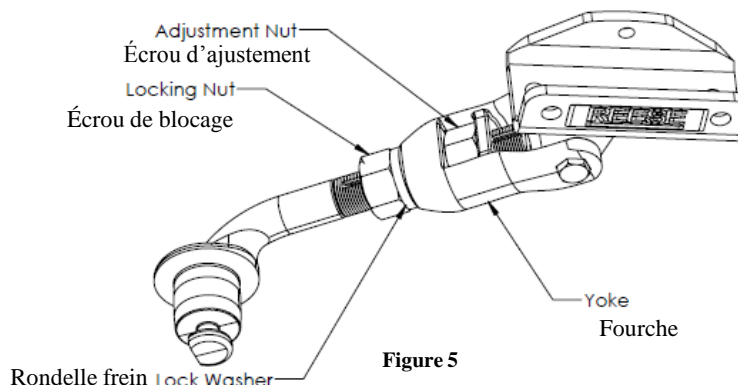
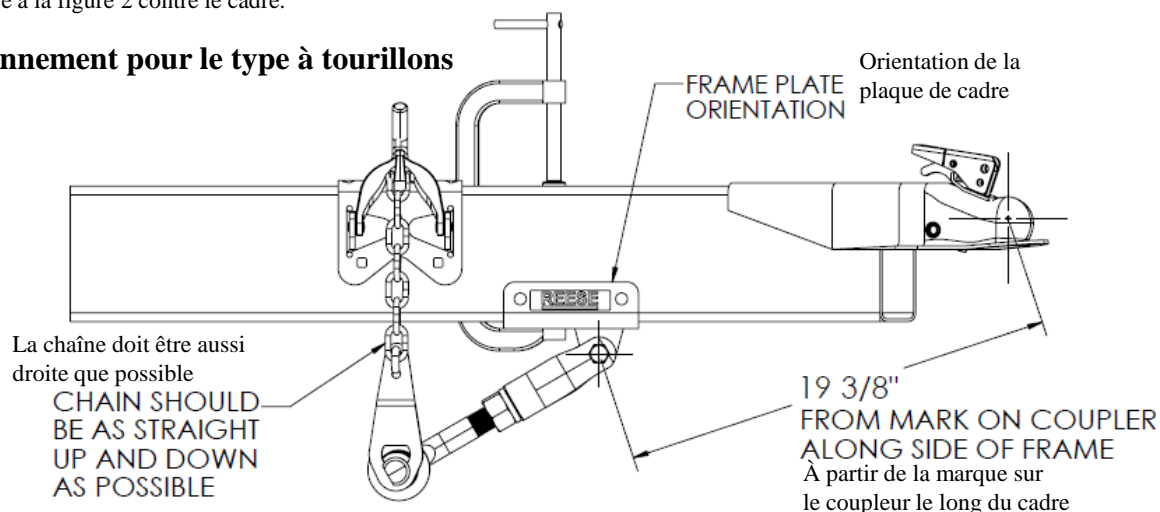
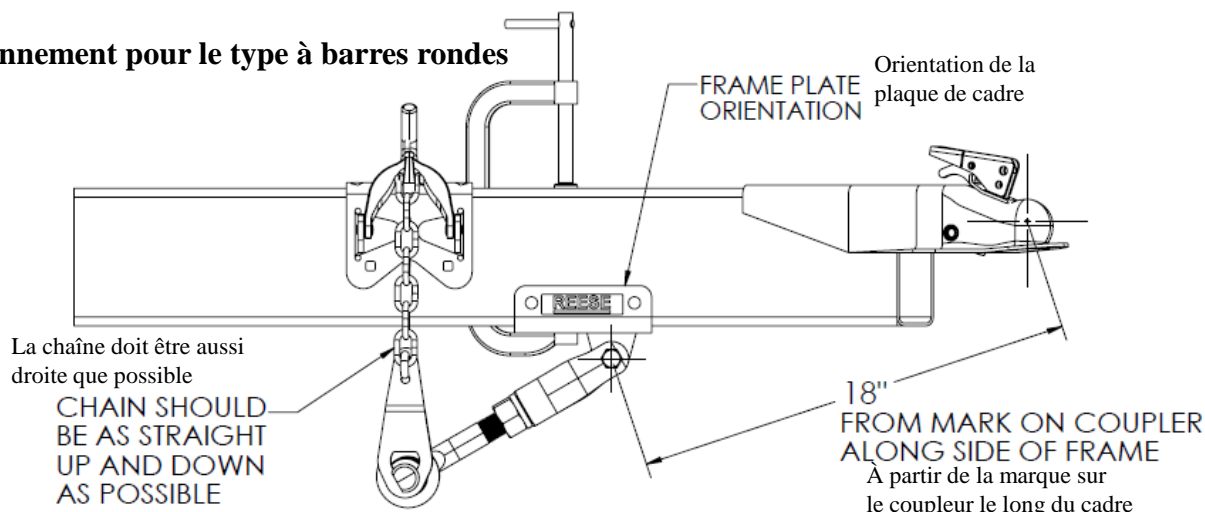

Figure 5
Figure 6 – Positionnement approximatif du bras de came pour le dispositif de répartition de charge à tourillons
Figure 7 – Positionnement approximatif du bras de came pour le dispositif de répartition de charge à barres rondes
- À l'aide d'une bride en C proportionnée à la hauteur du cadre de remorque et à la plaque de cadre du Dual Cam HP, fixer temporairement le bras de came Dual Cam HP au cadre de remorque et à la plaque de cadre Dual Cam HP, comme illustré à la **figure 6 (ensemble de répartition de charge de type à tourillons)** ou à la **figure 7 (ensemble de répartition de charge à barres rondes)**.
- Placer la plaque de cadre selon la dimension indiquée pour le type de répartition de charge (à tourillons ou à barres rondes). Mesurer à partir de la marque sur le coupleur à boule jusqu'au centre du boulon de pivot du bras de came comme illustré à la figure 6 ou 7. Si la plaque de cadre fait obstacle à une pièce quelconque du cadre de remorque, l'orientation peut être modifiée en changeant de côté (voir la figure 8 pour une orientation différente de la plaque) ; maintenir la même distance entre le centre du coupleur et le pivot du bras de came quelle que soit l'orientation.
Les mesures des figures 6 et 7 sont à titre indicatif, un ajustement de la longueur du bras de came par l'écrou d'ajustement (Figure 5) peut s'avérer nécessaire après l'accrochage, dans les instructions à venir de ce manuel. Cequent Performance Products, Inc. n'est pas responsable des dommages résultant de la non observation d'une partie quelconque de ce manuel.
RESPECTER POUR CETTE ORIENTATION LES MÊMES MESURES QUE CELLES INDIQUÉES À LA FIGURE 6 OU 7.
1. Si le véhicule de remorquage n'est pas disponible au moment de l'installation du système Dual Cam HP, serrer le contre-écrou (voir figure 5) jusqu'à ce que la rondelle frein soit totalement comprimée, puis continuer avec la partie de ce manuel relative à l'installation de la plaque de cadre en fonction du type de cadre concerné, soit tubulaire ou à profilé en C.